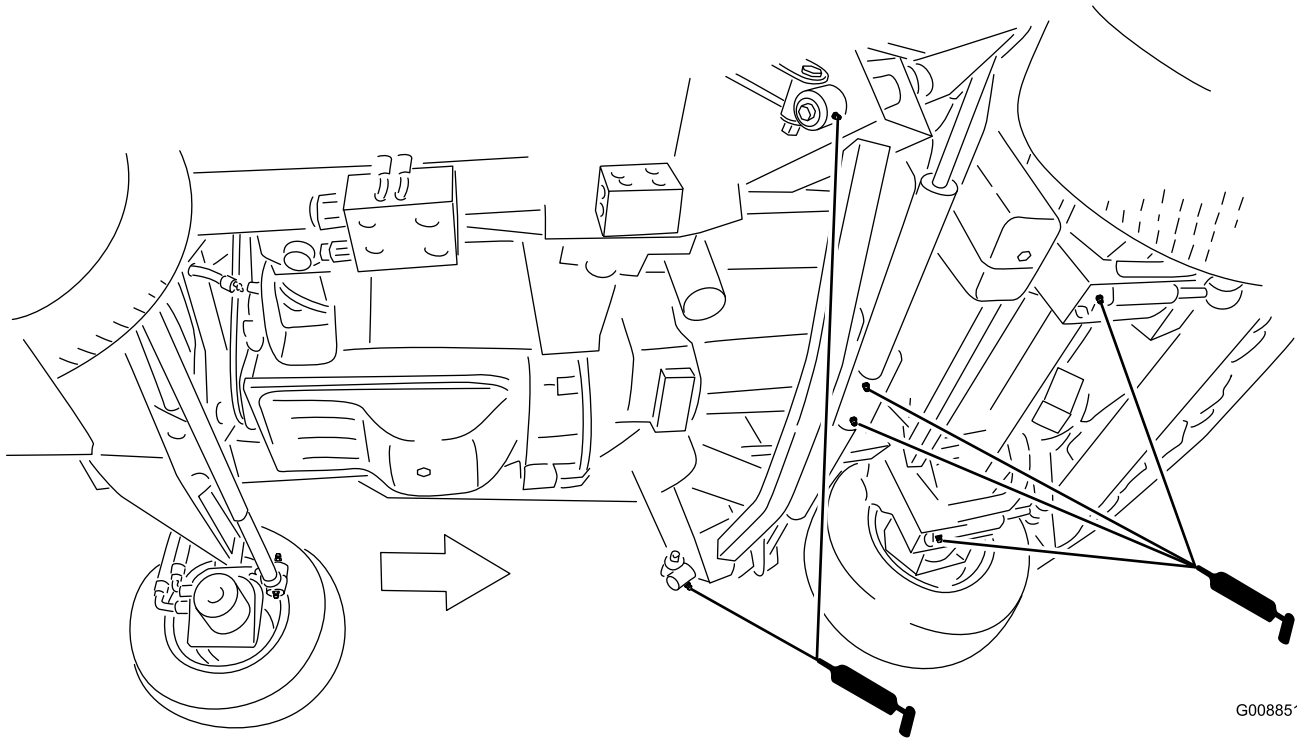

Bild 49
- Stoßarme (2) (Bild 49)
- Frontmähwerk-Zylinderdrehbuchsen (2) (Bild 49)
- Seitmähwerk-Zylinderdrehbuchsen (2) (Bild 49)